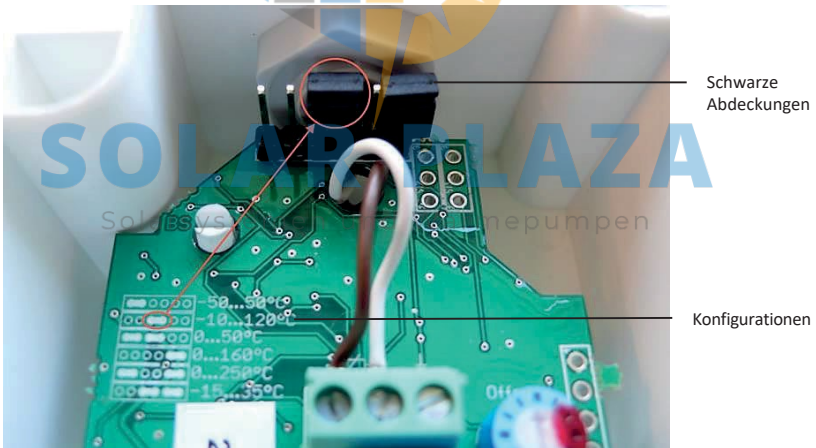

Abbildung 19: Pin-Konfiguration
- Stellen Sie sicher, dass die Pins auf **-10 bis 120 °C** eingestellt sind. Stellen Sie gegebenenfalls die schwarzen Abdeckungen wie in Abbildung 19 gezeigt auf die erforderliche Konfiguration ein.